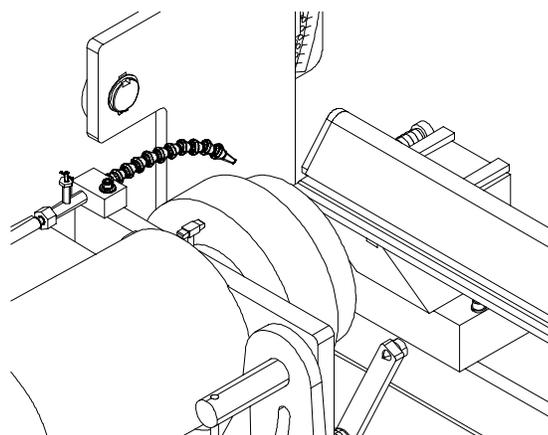

FIG. 29
**NOTA:** l'area della ruota per molatura che entra in contatto con la controlama si trova sul lato sinistro della ruota. Durante la molatura dell'estremità sinistra della controlama, l'area della ruota che non entra in contatto con la controlama sarà ancora sopra di essa. Vedere la FIG. 29. Quando si sposta all'estremità destra del molatore, la ruota scorre completamente fuori dalla controlama.